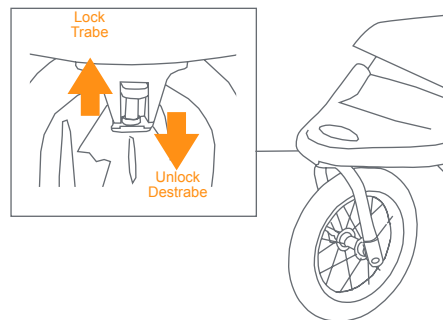

Fig. 16
16) • The swivel jogger is equipped with a front wheel locking device. Front wheel lock works in a vertical motion from top to bottom, locking and unlocking the wheel (Fig. 16).
• El carrito está equipado con un dispositivo de traba para la rueda delantera. Bloqueo de la rueda delantera trabaja en un movimiento vertical de arriba a abajo, de bloqueo y desbloqueo de la rueda (Fig. 16).